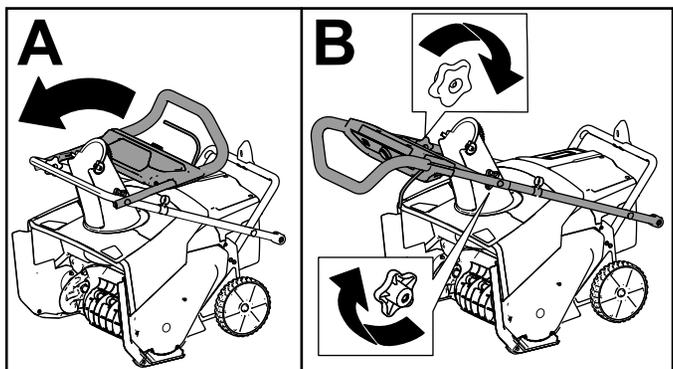

Рисунок 4
2. Разложите верхнюю рукоятку так, чтобы верхние маховички рукоятки зафиксировались на штатных местах со щелчком (вид А на Рисунок 4).
3. Затяните маховички на рукоятке (вид В на Рисунок 4).